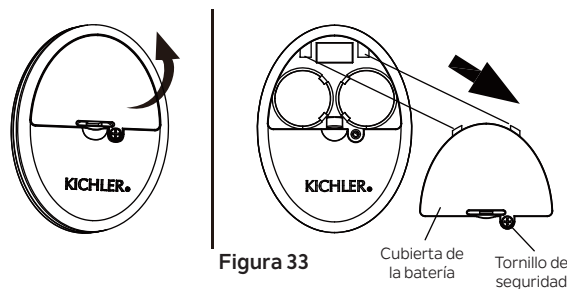

Figura 33
Paso 1. Para retirar o reemplazar las baterías, afloje el tornillo de seguridad y retire la cubierta de las baterías de la parte posterior del transmisor para acceder al compartimento de las baterías. (Figura 33)
Paso 1. Afloje el tornillo de seguridad y retire la cubierta de la batería de la parte posterior del transmisor para acceder al botón **"APRENDER"**. **(Figura 33)**
Paso 1. Afloje el tornillo de seguridad y retire la cubierta de la batería de la parte posterior del transmisor para acceder al botón “**APRENDER**”. **(Figura 33)**